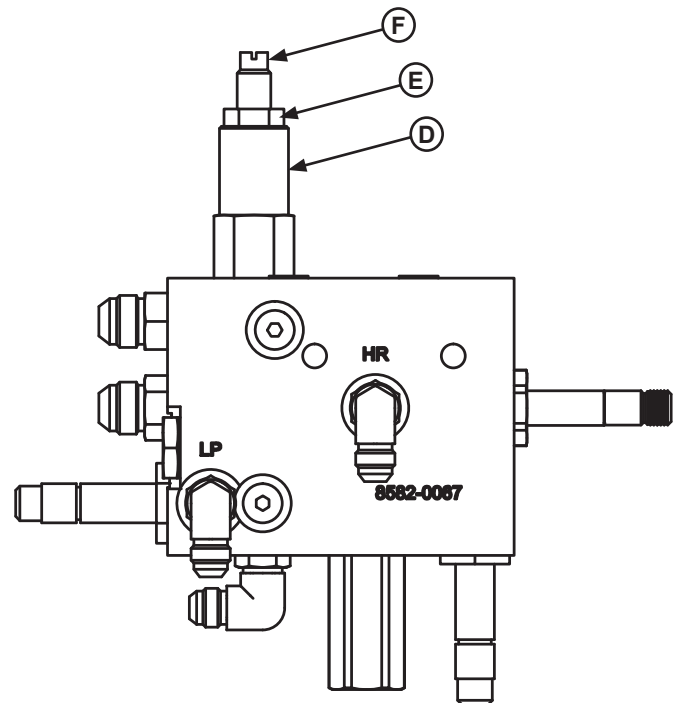

Figura 33
Es posible que el alivio de presión principal (D) deba *disminuir* si el motor de la bomba disminuye su carga cuando la plataforma alcanza la posición completamente elevada. Consulte la **Figura 33**.